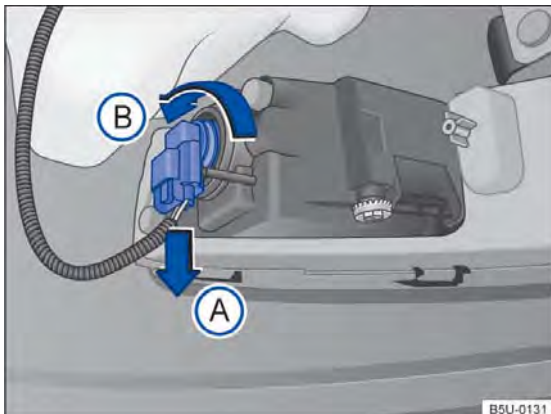

Fig. 176 Atrás do para-choque dianteiro: acesso à lâmpada incandescente do farol de neblina.
2. Desencaixar o conector de alimentação da lâmpada → Fig. 176 no sentido da seta (A), pressionar, ao mesmo tempo, a trava de fixação do conector.
- Girar o soquete da lâmpada → Fig. 176, no sentido anti-horário da seta (B), e desencaixá-lo do alojamento.